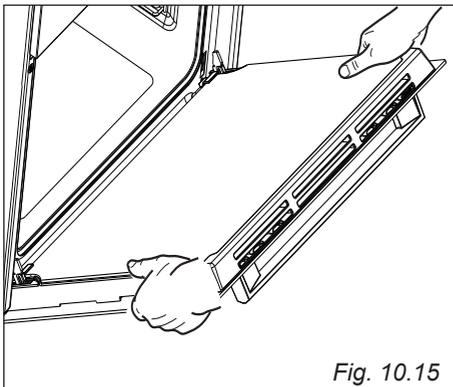

Fig. 10.15
- Sujete la puerta como se muestra en la fig. 10.15.